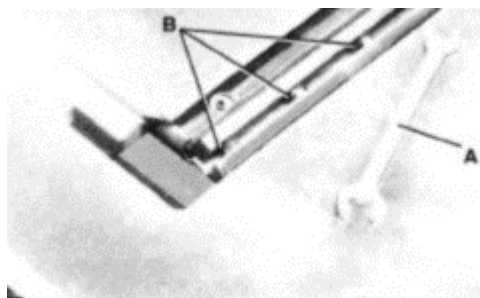

Рис. 54 Демонтаж ножей
3. С помощью гаечного ключа (А), Рис. 54, слегка ослабьте стопорные винты, три из которых показаны как (В) на Рис. 54, в каждом пазу ножа, поворачивая винты (В) по часовой стрелке. Это снижает нагрузку на фрезерную головку.
4. Ослабьте винты (В), Рис. 54, затем снимите нож (С), Рис. 55, и стопорную планку ножа (D).